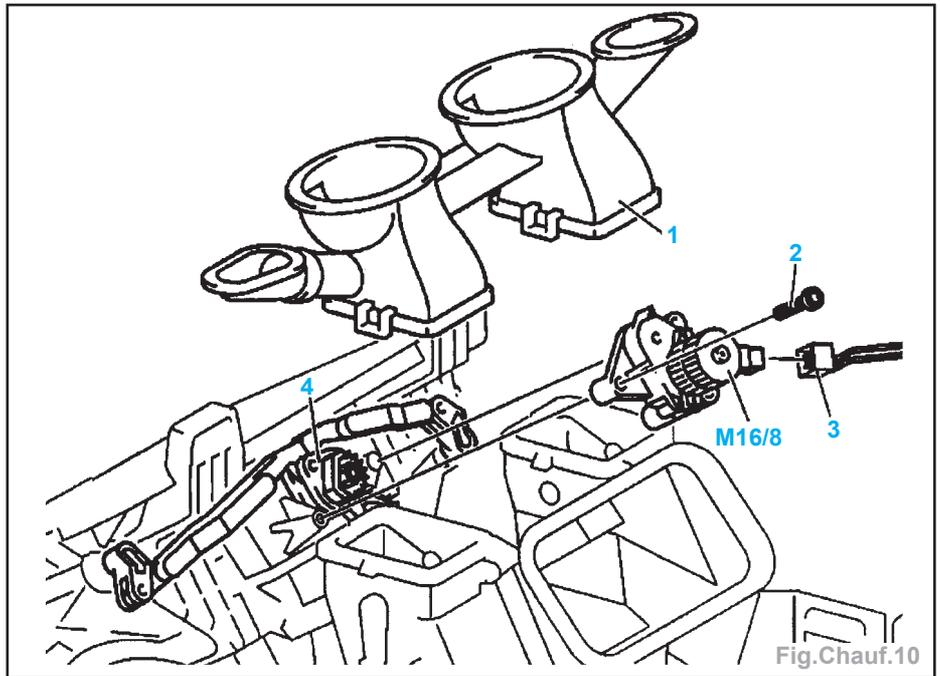
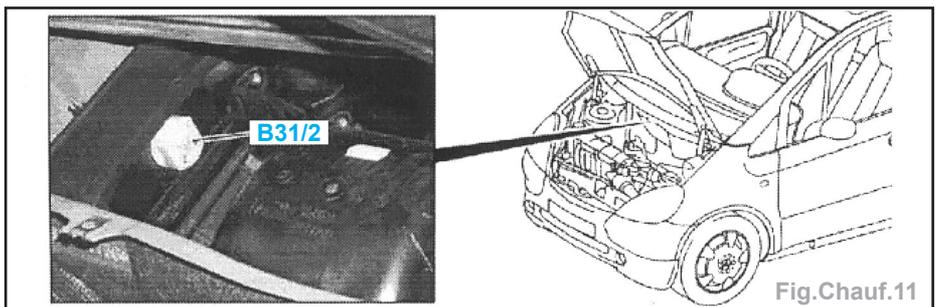

Fig.Chauf.10
Fig.Chauf.11
- Déclipser le conduit d'air (1) (Fig.Chauf.10).
- Débrancher la connexion (3) du moteur (M16/8).
**Nota :** Le moteur doit être engagé dans le six pans de l'excentrique (4) et vérifier le fonctionnement des volets.
- Déposer (Fig.Chauf.11) :